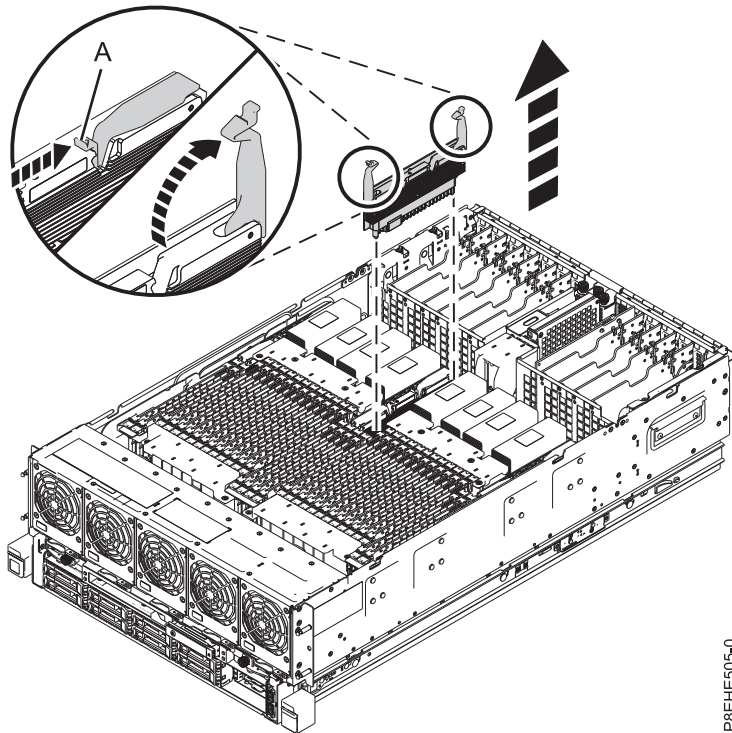

Figura 12. Extracción de un módulo regulador de voltaje de procesador del sistema
- a. Tire de las pestañas (A) del conector hacia arriba y hacia fuera, como se muestra en la Figura 12 en la página 21.